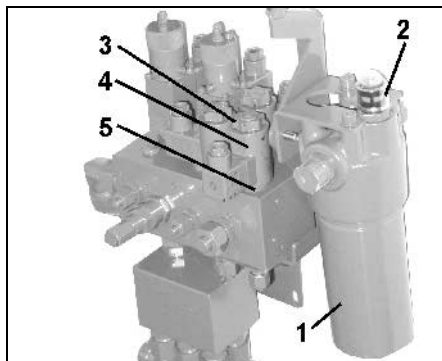

Fig. 58
Föraren kan kontrollera funktionen för hydrauloljefiltret (Fig. 58/1) på styrblocket.
Indikering i kontrollfönster (Fig. 58/2):
- Skruva av magnethatten (Fig. 58/3).
- Ta bort magnetspolen (Fig. 58/4).
- Dra ut ventilsiden (Fig. 58/5) med ventilsäte och gör rent med tryckluft eller hydraulolja.